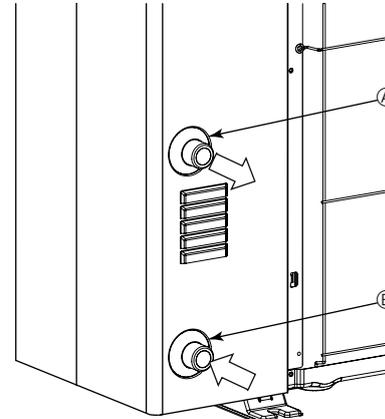

Fig. 5-1
5.1. Anslutning av vattenrör (Fig.5-1)
- Utlopps- och inloppsrörens placering visas i Fig.5-1.
[Fig. 5-1]